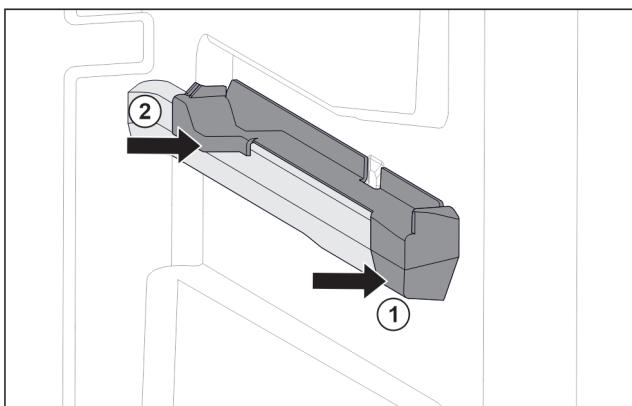

Fig. 84 Наставка върху дясното ребро на съда
- Fig. 84 (1)
- ▶ Притиснете наставката отзад. Fig. 84 (2)